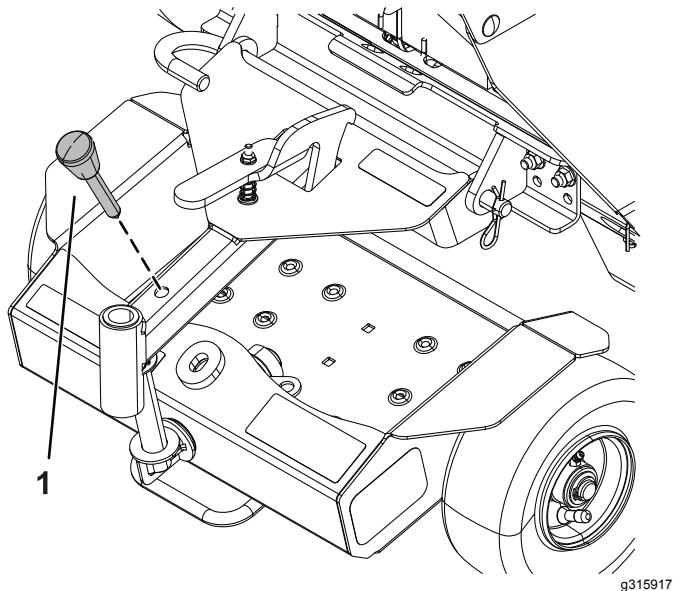

Bild 6
5. Heben Sie den Sulky am Griff an, bis er an der Halterung einrastet (Bild 6).
4. Drehen Sie die Plattform nach vorne und sichern Sie diese mit dem Transportstift (Bild 6).